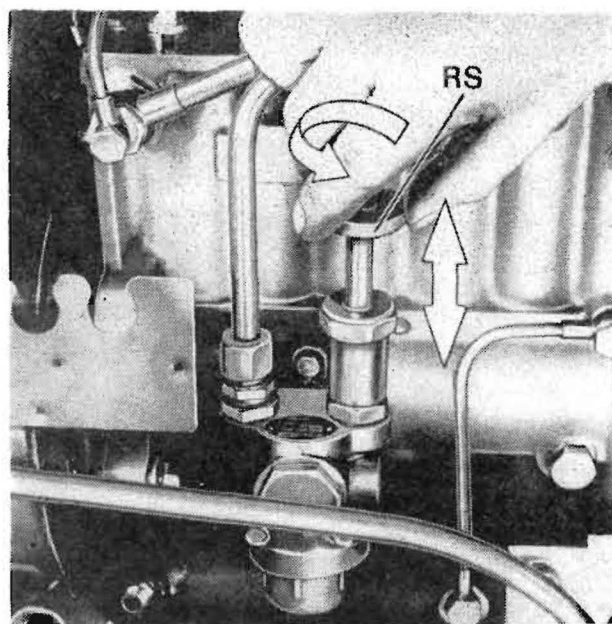

Bild 6/46
- Linksdrehung an Rändelschraube (RS), bis sich der Kolben der Handförderpumpe bewegen läßt (Bild 6/46).